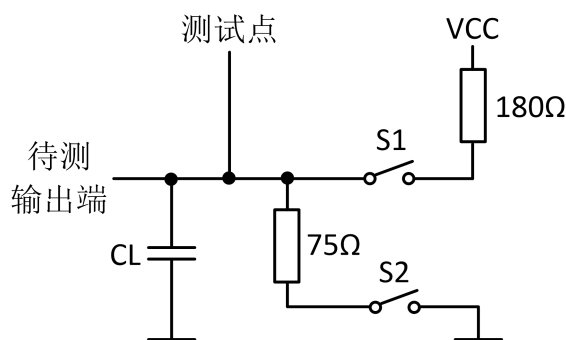

图1. 开关特性测试电路
(1) 测试条件是 $V_{CC}=5V$, $T_A=25^{\circ}C$ 。
(2) 除非特别说明，每个输出端的关断态即高阻态。
(3) 测试电路如图 1，其中 CL 包括了探针和插座的寄生电容；输入信号由波形发生器提供，且输入信号应当满足： $PRR \leq 1MHz$, $Z_o \approx 50\Omega$, $t_r \leq 15ns$, $t_f \leq 6ns$ ；每个使能端都是单独测试的。